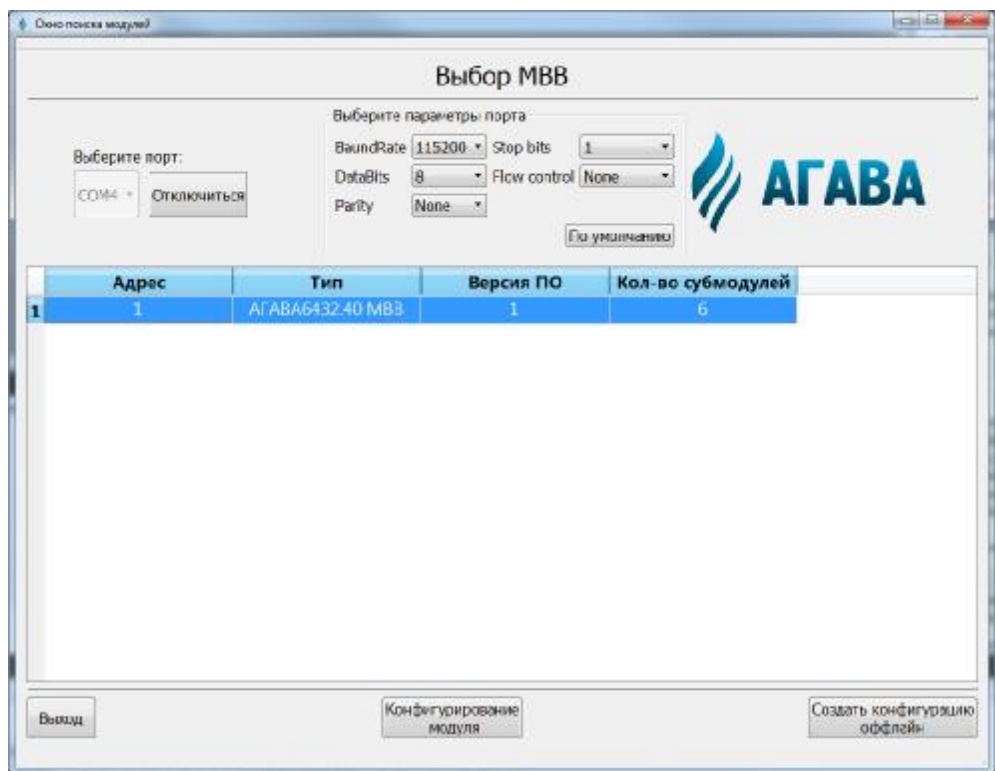

Рисунок 6-1
- 3) выбрать порт и нажать кнопку «Подключиться», дождаться пока завершится поиск module (см. Рисунок 6-1);